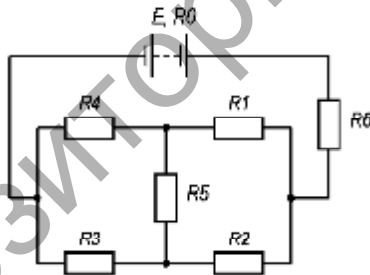

Рисунок 1.21
**Задача 1.11.** Определить силу тока и мощность источника в цепи с уравновешенной мостовой схемой (рис. 1.21), используя исходные данные таблицы 1.11.
*Примечание.* Мостовая схема соединения сопротивлений (см. рис. 1.21) является уравновешенной, если ток в диагонали моста  $I_5 = 0$ , для чего необходимо выполнение условия  $R_1 R_3 = R_2 R_4$ .